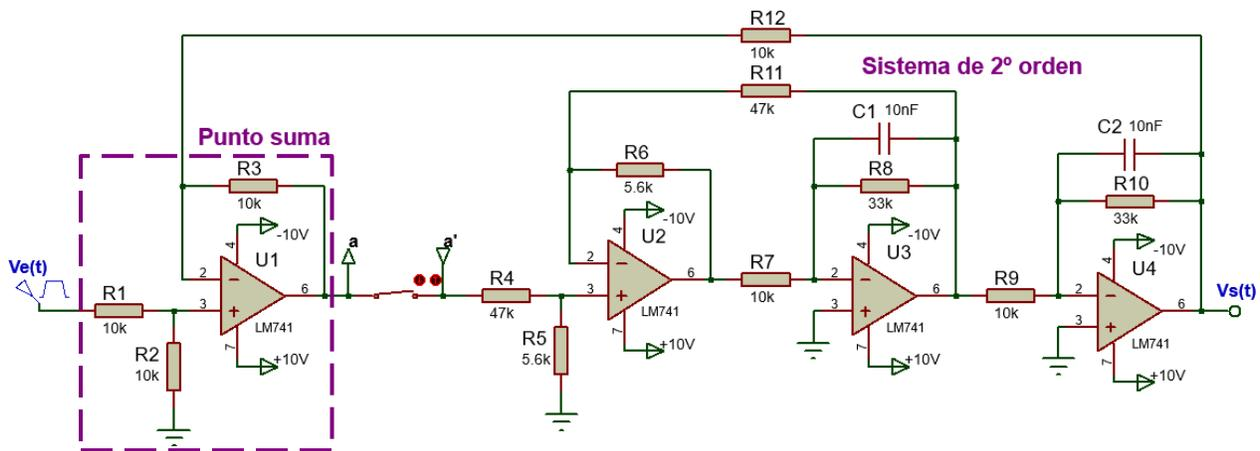

Figura 8.2. Circuito que representa un sistema de segundo orden.
1. Pare el circuito mostrado en la figura 8.2 polarice los amplificadores con  $\pm 10V_{CD}$  en las terminales correspondientes. Este es el mismo circuito del sistema de segundo orden que se utilizó en la práctica 7.
3. Conecte el generador de funciones en el punto  $V_e$ , como se indica en la figura 8.2.